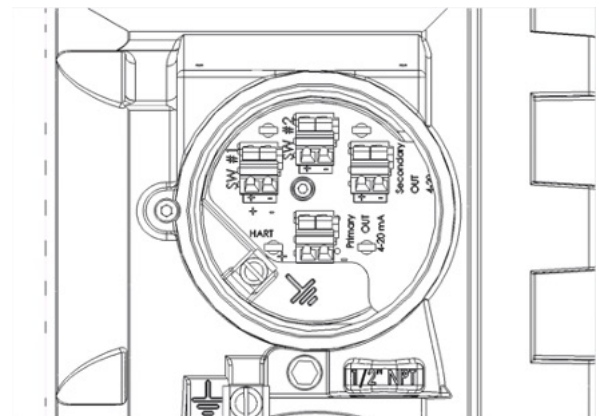

Figure 8 – Circuit de raccordement
Voir figures 8 à 13.
Il s'effectue sur quatre borniers à clamps (90A) ou un bornier à vis (90 B) (Japon) et une borne de masse (96), logés dans le compartiment de raccordement (figures 8 & 9). Respecter les règles de dénudage pour éviter tout risque de court-circuit et être en conformité avec les normes de protection pour utilisation en atmosphères explosibles. Un orifice taraudé 1/2" NPT (ou M 20), situé à la partie inférieure du compartiment de raccordement, permet d'installer un presse-étoupe avec dispositif d'amarrage de câble intégré fourni en standard, ou tout autre presse-étoupe avec dispositif d'amarrage de câble, adapté au câble et en conformité avec la réglementation relative au type de zone dangereuse.